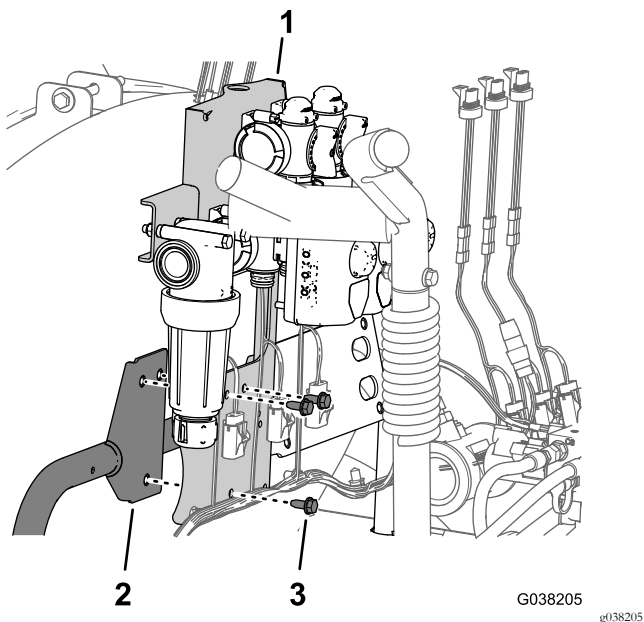

图48
1. 将搅拌、喷洒率和主喷洒率支架上的 3 个孔与安装座对齐图48。
2. 用在 从机器中拆下搅拌、喷洒率和主喷洒阀 (页码 12) 的步骤 1 中卸下的 3 个凸缘头螺栓 5/16 x ¾ 英寸将搅拌、喷洒率和主喷洒阀支架组装到安装座图48。